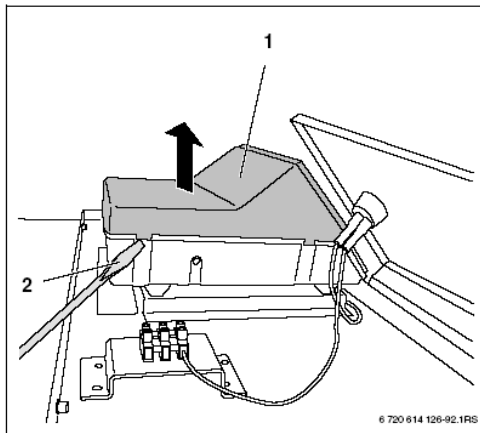

Figura 7 – Deschiderea corpului interior
- ▶ Se slăbesc cu o mică șurubelniță limbile de blocare de pe ambele laturi ale corpului interior (→ figura 7).